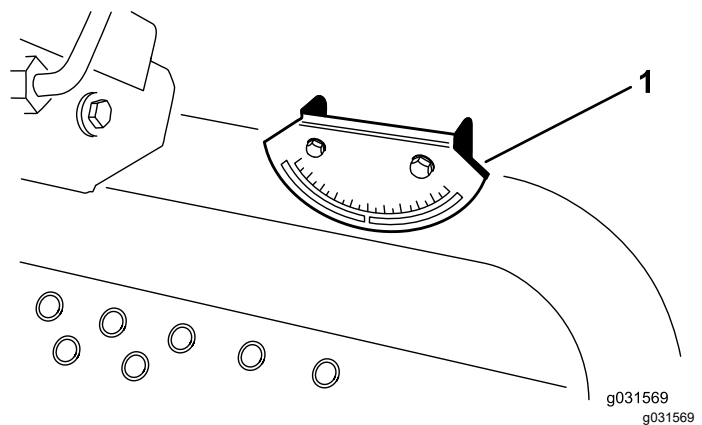

Figura 5
2. Compruebe la nivelación de la máquina colocando un inclinómetro de mano (suministrado con la máquina) sobre el travesaño del bastidor, junto al depósito de combustible (Figura 5).